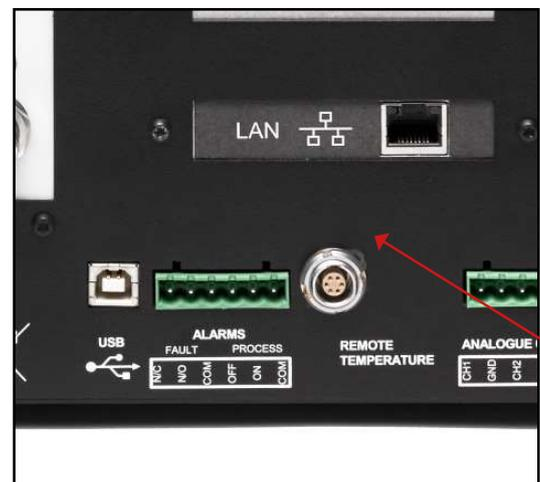

Abbildung 11 *USB-Anschluss*
Diese vier Anschlussklemmen (Pos. 1, Abb. 11), dienen für Kalibrier- und externe Überwachungszwecke.
1. Überprüfen Sie die richtige Ausrichtung des Steckers und führen Sie ihn behutsam in die Buchse mit der Aufschrift USB ein (siehe Abb. 11).